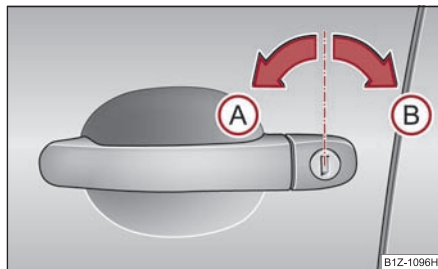

Fig. 41 Giros de llave para abrir y cerrar
- Gire la llave en la cerradura de la puerta del conductor en dirección de marcha (posición de apertura) **(A)** ⇒ fig. 41.
- Gire la llave en la cerradura de la puerta del conductor en dirección contraria a la marcha (posición de cierre) **(B)** ⇒ fig. 41.